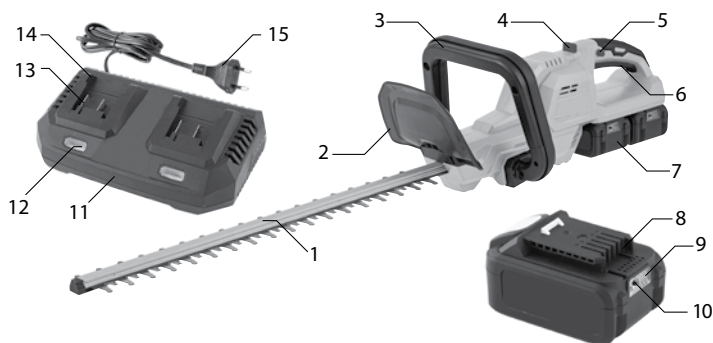

Рис. 1
Перед установкой аккумулятора проверьте его заряд. А также перед снятием или установкой батареи и перед транспортировкой/хранением кустореза проверьте, не зажата ли кнопка включения/выключения 5 (рис. 1) во избежание случайного включения машины.
3. Отрегулируйте угол атаки кустореза при помощи фиксатора 4 (рис. 1).
4. Зажмите одной рукой клавишу включения 6 и нажмите кнопку 5, а другой блокировку выключателя 3. После окончания работы отпустите клавишу дополнительного выключателя и отождествите кнопку 5 для прекращения работы кустореза (рис. 1).